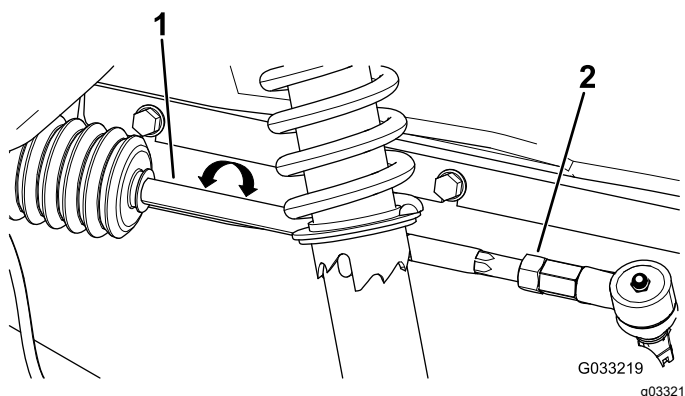

Figura 52
2. Se la misura non rientra nel campo specificato di 0–6 mm, allentate i controdadi all'estremità esterna dei tiranti (Figura 52).